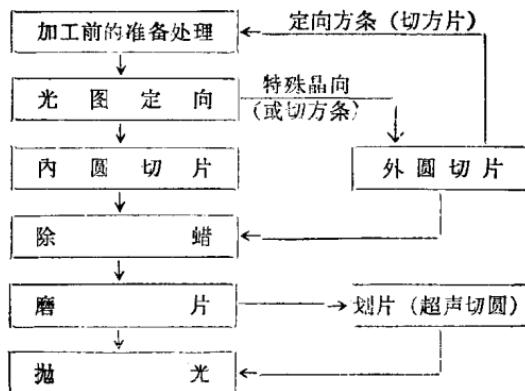

图1-1 硅片加工工艺流程方框图
将单晶硅棒加工成符合硅平面器件生产要求的单晶硅片的工艺流程一般如图 1-1 所示：
由图 1-1 可见，单晶硅加工的第一个工序是切片；在切片之前，要进行粘结和光图定向等准备工作。切 (111) 晶面的片子，用内圆切片机即可，如果切特殊晶向（如 (110)、(211)、(100)）的片子，最好用外圆切片机。由于切割下的硅片不完全平整，有一定的弯曲度，且表面还有一层切割引起的损伤层，因此硅片经除蜡清洗后还必须进行研磨。一般磨去约 6~12 纳米（1 纳米 = 10 微米）即可去除表面损伤层，并使硅片表面平整，厚度符合要求。研磨量的多少和切片质量有很大的关系。为了缩短时间，保证质量，一般磨片分粗磨、细磨两步进行。两次研磨基本方法一样，只是磨料粗细不同。通常粗磨用 M20 或 M14 号金刚砂，细磨用 M5 或 M3.5 号金刚砂。由于研磨中所用磨料粒度较大，因此其表面的平整度、光洁度都受到一定的影响，还需进行抛光，以进一步除去研磨中在硅片表面所产生的“伤痕”，获得高度平整、光洁的表面，满足硅平面晶体管和集成电路生产的需要。若切片后不经磨片就直接进行抛光，将大大增加抛光时间，很不经济。